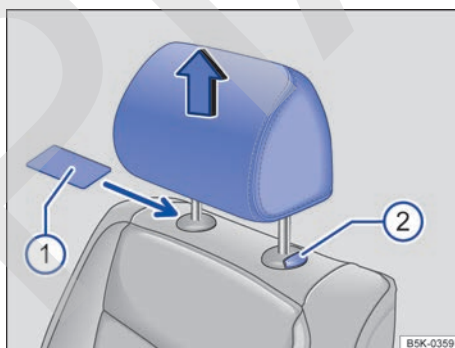

Fig. 42 Desmontaje de un apoyacabezas delantero o trasero.
- De ser necesario, para desbloquearlo puede introducir un objeto plano (una tarjeta de plástico, p. ej.) entre el tapizado del respaldo y la tapa de la barra del apoyacabezas → fig. 42 ①.
- Extraiga el apoyacabezas mientras presiona la tecla ② hasta el tope.